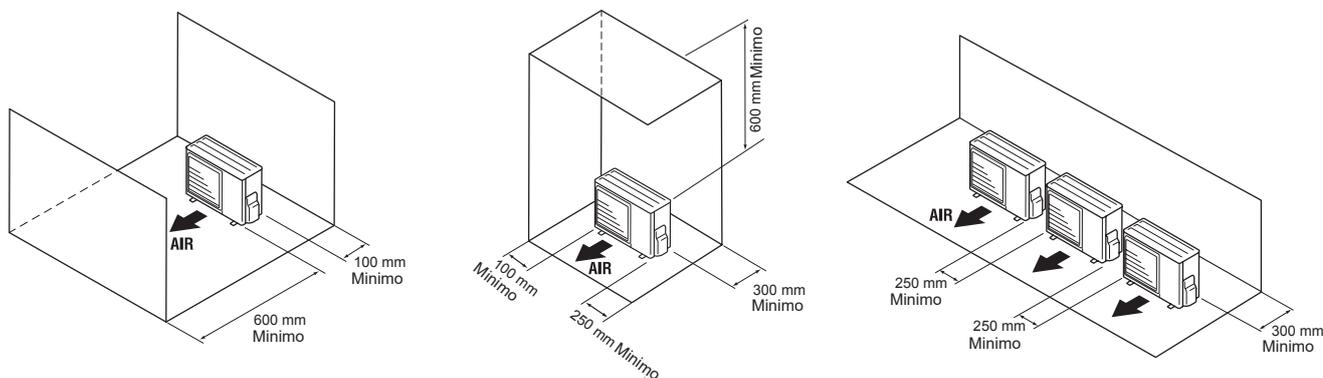

fig. 13 - Spazio minimo d'installazione intorno alle unità esterne
- L'unità deve essere facilmente accessibile per lavori e manutenzioni varie (fig. 13).
- La circolazione dell'aria attraverso l'evaporatore e in uscita dal ventilatore (fig. 13) non deve essere ostacolata in alcun modo.